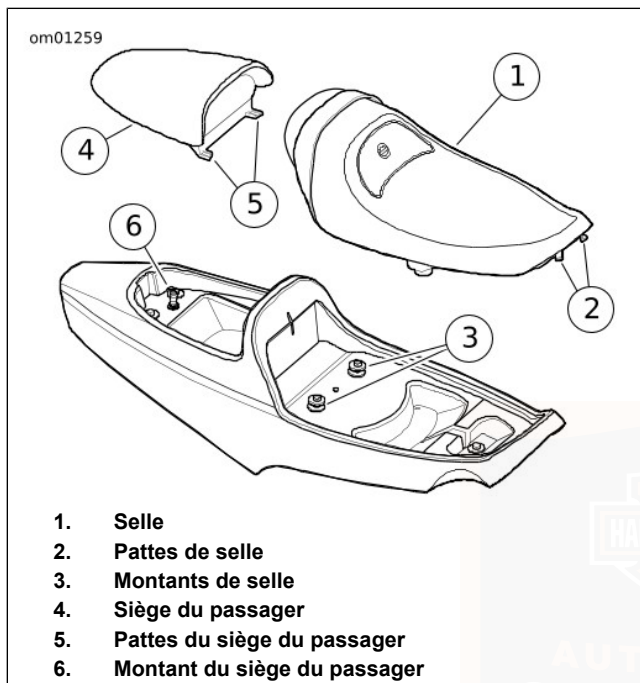

Figure 74. Selle et siège du passager : modèle XR 1200
1. Voir Figure 74. Placer l'arrière de la selle dans la section arrière, en alignant les guides du support de la selle avec les deux montants de selle.